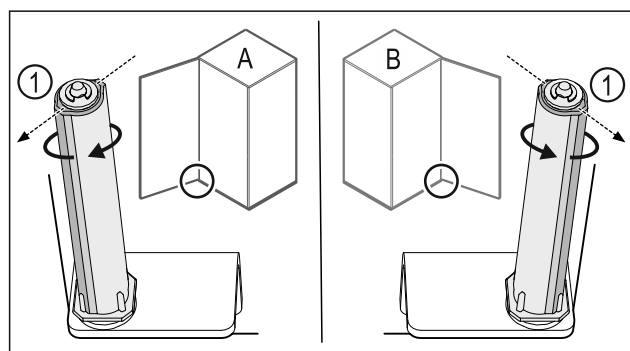

Fig. 38 Battuta a sinistra (A) / battuta a destra (B)
- Ruotare il sistema di chiusura contro la resistenza fino a quando la sporgenza del sistema di chiusura Fig. 38 (1) non è rivolta verso l'esterno.